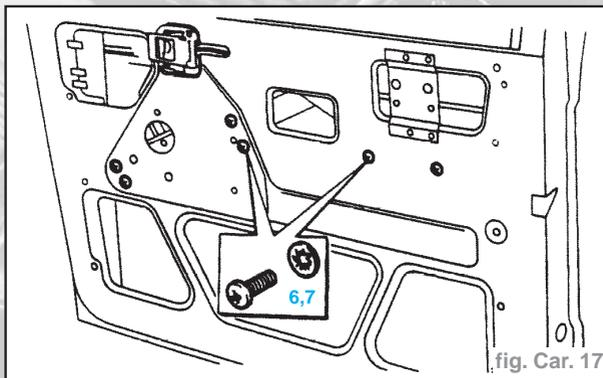

fig. Car. 17
- Déposer les quatre vis de retenue de lève-vitre et les rondelles indesserrables du panneau de porte intérieur (6) (Fig. Car. 17).